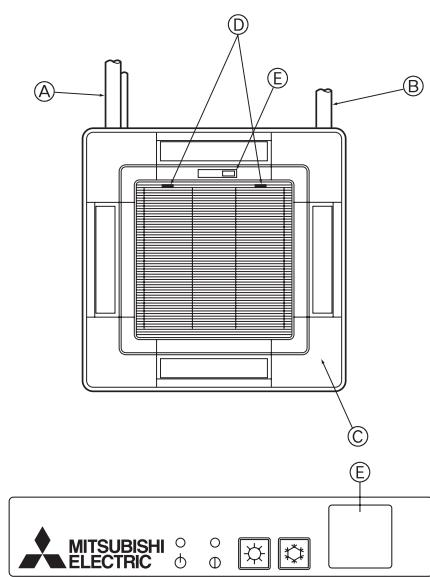

Fig. 5-11
5.5. Het inlaatrooster installeren (Fig. 5-11)
- ① Koelstofleidingen van de hoofdunit
② Afvoerleiding van de hoofdunit
③ Hoekpaneel
④ Fabrieksinstellingen van hendels op inlaatrooster
⑤ Ontvanger (Voor SLP-2ALW)